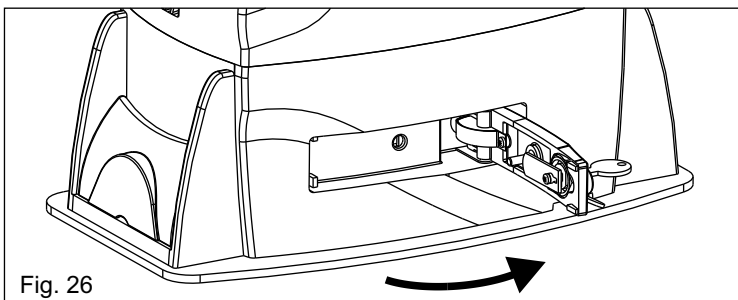

Fig. 26
- Tirer le levier de déverrouillage jusqu'à la battue, 90° environ (Fig.26).